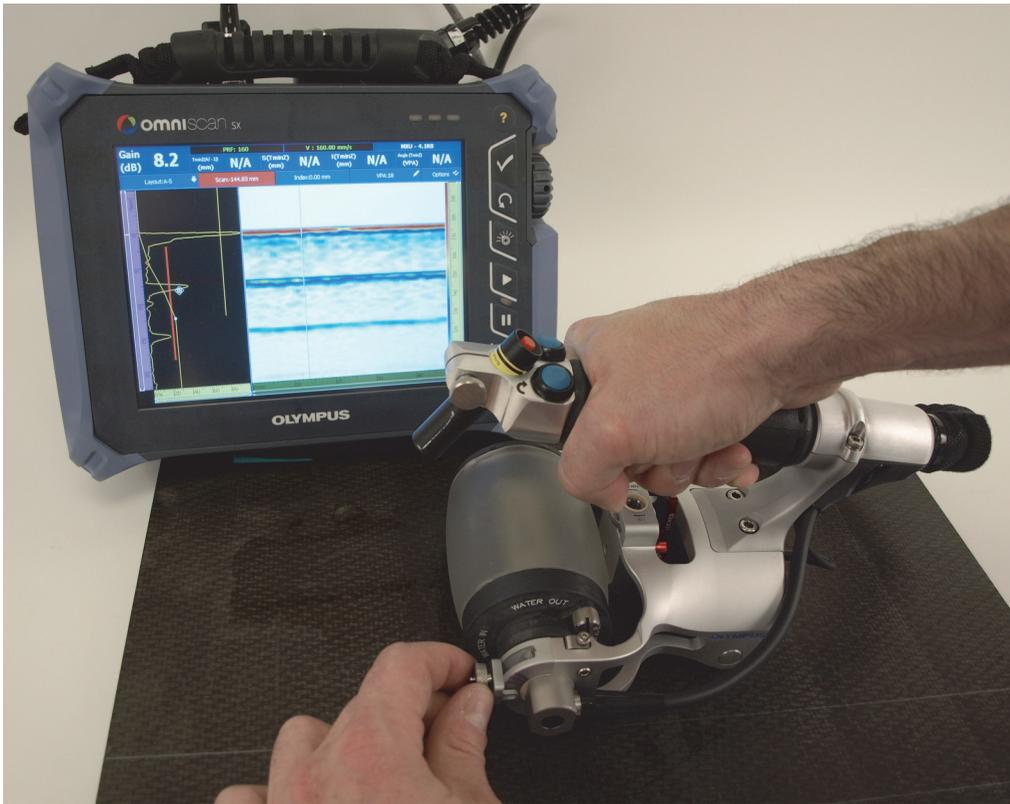

图 4-1 调节探头角度以优化信号
3. 松开连有探头线缆一侧的声学轮底座上的角度调节钮（参见第52页的图 4-1）。